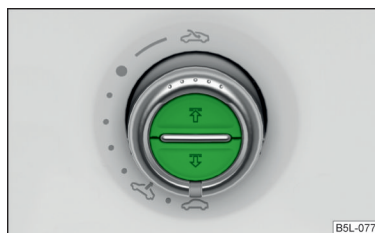

Fig. 42
Operación de la cortinilla antisolar enrollable » fig. 42
- Coloque el interruptor en la posición  » *fig. 42 de la página 64.*
- Presione y mantenga pulsada la tecla  » *fig. 42 de la página 64.*